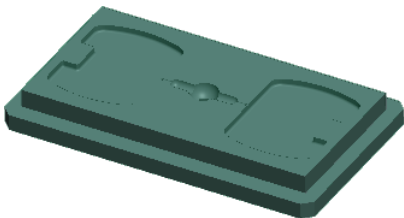

图 10.4.29 切减材料后的模型
Step2. 在系统弹出的“相交元件”对话框中，依次单击 **自动添加** 按钮和 **确定** 按钮，然后单击 **确定** 按钮，完成材料切减，切减后的模型如图 10.4.29 所示。